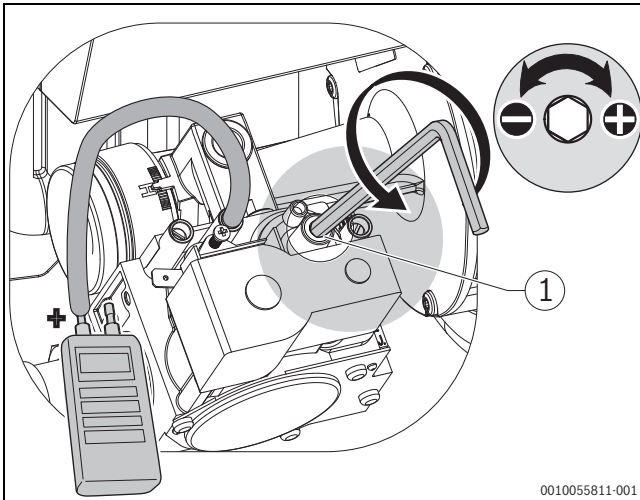

Bild 52 Einstellung Teillast
- ▶ Gas-Luft-Verhältnis an der Einstellschraube einstellen (→Bild 52).